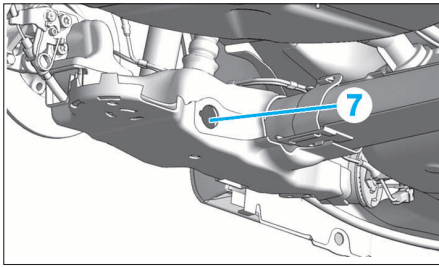

FIG. 57
- Déposer les vis (7) (Fig.57).